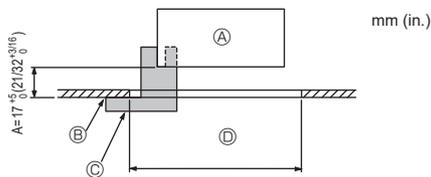
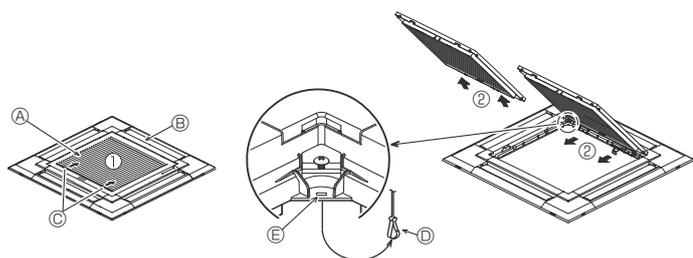
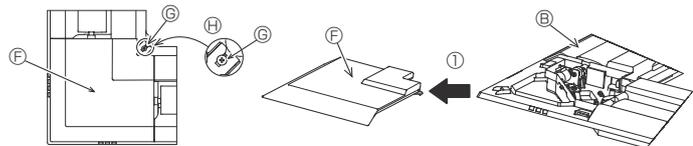

Fig. 9-2
Fig. 9-3
Fig. 9-4
①	Grille	1	950 × 950 (mm), 37-3/8 × 37-3/8 (in.)
②	Schéma d'installation	1	(divisé en 4 parties)
③	Vis (4 × 16)	1	pour PLA-AE-NL
④	Panneau en coin i-see Sensor	1	pour PLA-AE-NL
9.2. Préparation avant d'attacher la grille (Fig. 9-2)
- À l'aide de la jauge ② fournie avec ce kit, ajustez et vérifiez la position de l'appareil principal par rapport au plafond. Si l'appareil principal n'est pas correctement positionné par rapport au plafond, des fuites d'air peuvent se produire et provoquer un phénomène de condensation.
- ④ Appareil principal
- ② Surface du plafond
- ③ Schéma d'installation ② (inséré dans l'appareil principal)
- ④ Dimensions de l'ouverture dans le plafond
9.2.1. Retrait de la grille d'admission (Fig. 9-3)
- Pour ouvrir la grille d'admission, faire glisser les leviers dans le sens indiqué par la flèche ①.
- Lorsque la grille se trouve en position "ouverte", retirer la charnière de la grille d'admission comme indiqué par la flèche ②.
9.2.2. Retrait du panneau en coin (Fig. 9-4)
- Dévissez les 4 vis de coin. Pour retirer le panneau, faites-le glisser dans le sens indiqué par la flèche ①.
[Fig. 9-3] [Fig. 9-4]